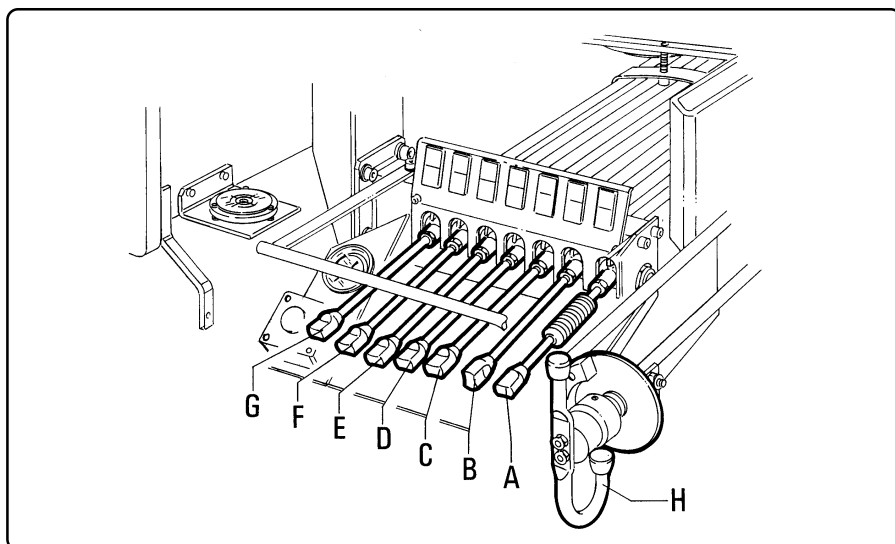

fig. 5.5.1
5.5 - Comandi lato "doppio comando" fig. 5.5.1 (serie 12s con posto in piedi)
5.5- "Dual side" controls fig. 5.5.1 (12s model with standing control station)